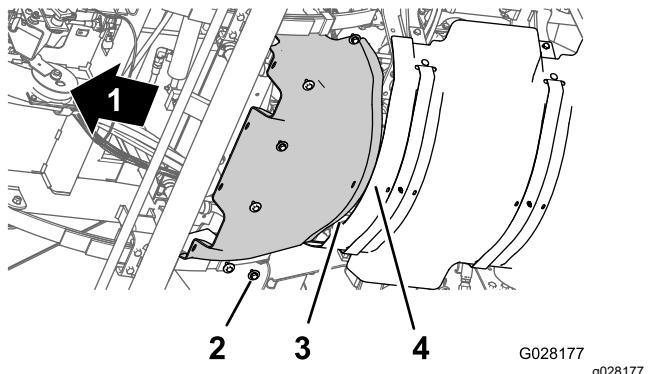

図 61
- 前側防熱シールドの後部フランジを後防熱シールドの前側フランジに合わせる図 61。
- 前側防熱シールドの穴を、シャーシのねじ穴に合わせる図 61。
- 前側防熱シールドを機体に固定するソケットボルト6本とワッシャ6枚図 61ステップ 前側防熱シールドを取り外す(ページ 49), 3で外したものを使用する。